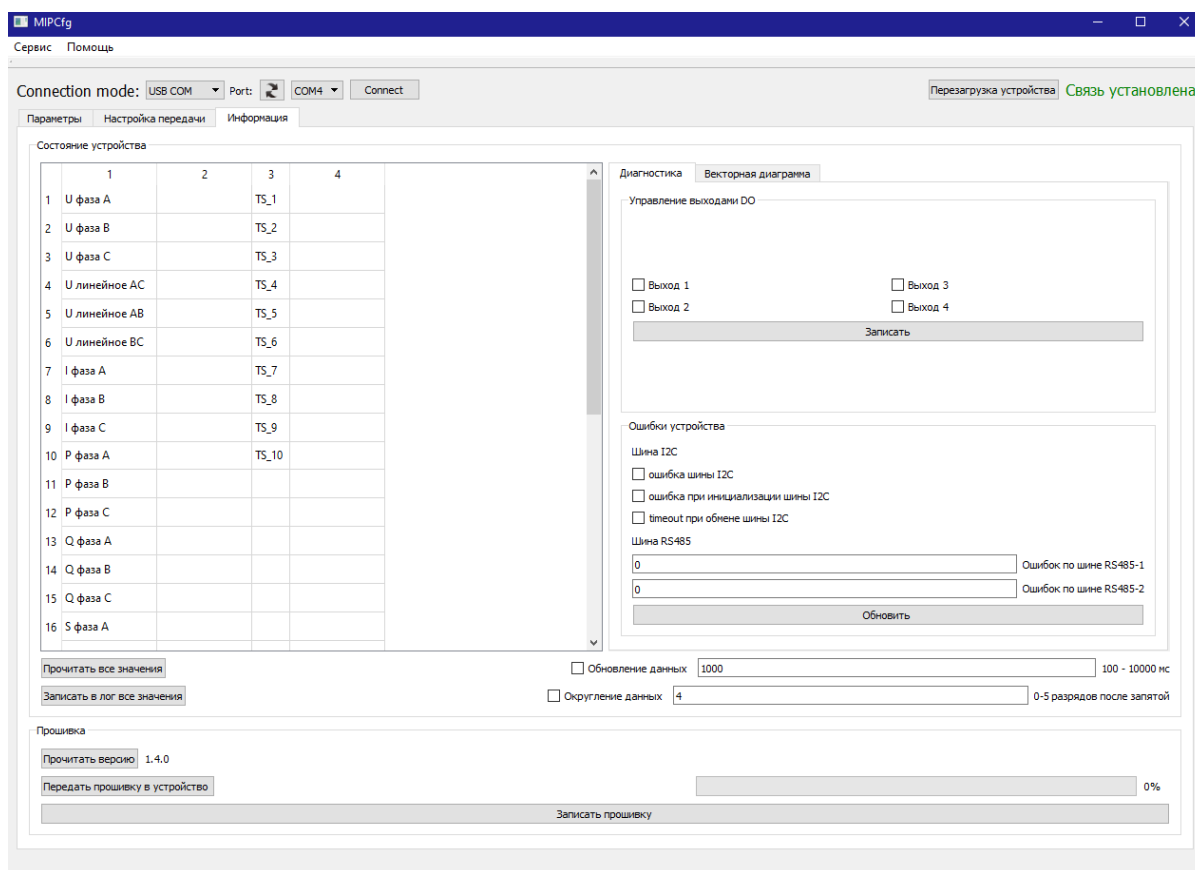

Рисунок 14 – Окно получения данных
- Перейти на вкладку “Информация” (рисунок 14)